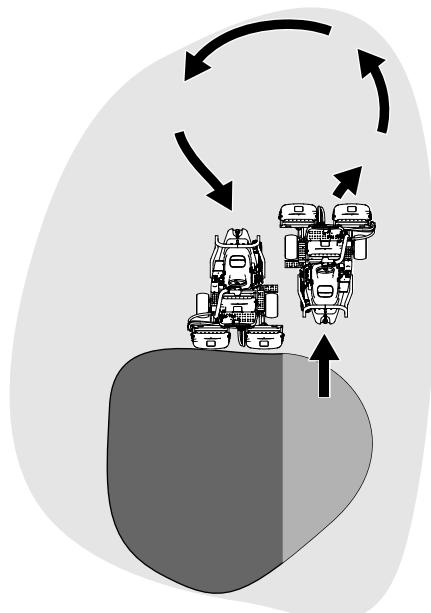

Bild 23
6. Verkürzen Sie die Betriebszeit und vereinfachen Sie das Ausrichten für den nächsten Durchgang, indem Sie die Maschine vorübergehend in die entgegengesetzte Richtung und dann in die Richtung des ungemähten Teils drehen. Führen Sie eine trünenförmige Wende durch (**Bild 23**), um die Maschine schnell für den nächsten Durchgang auszurichten.